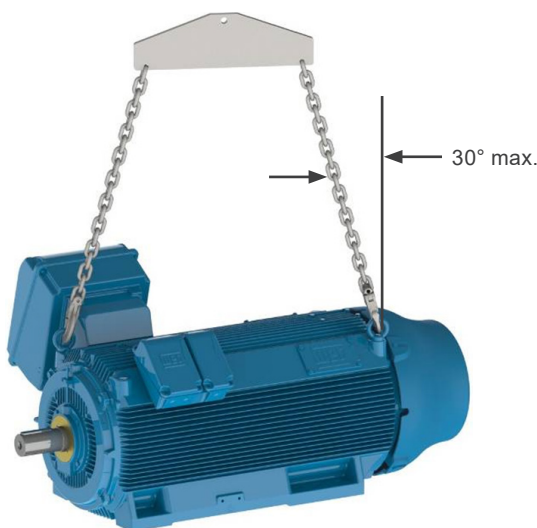

Figura 4.5: Ángulo máximo resultante para motores HGF horizontales
- Para motores HGF, conforme Figura 4.5 de la página 105, el ángulo máximo resultante debe ser de 30° en relación al eje vertical.